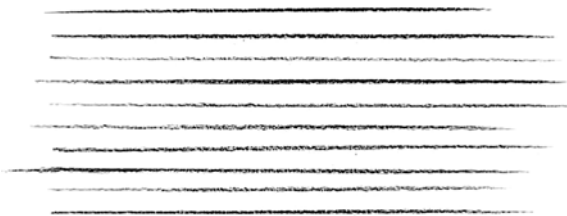

图 0-20 线条的绘制
(4) 正确的姿势。作为手绘的初学者,首先要学会如何徒手画出笔直的线条。如果只利用手腕去画,只能得到又短又弯曲的线条;如果学会运用肘部和前臂的运动来绘制,则能画出平直的线条。(图 0-20)